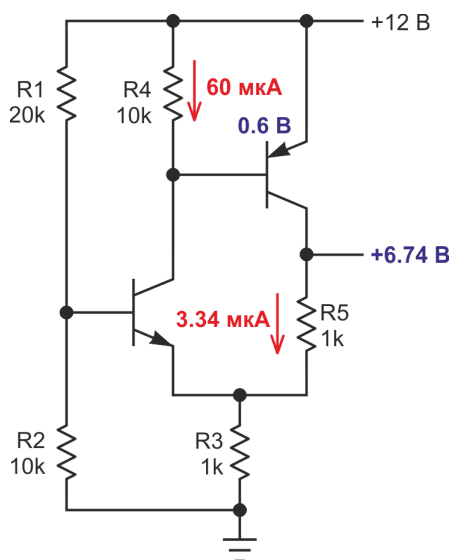

Рисунок 4. Третий шаг анализа.
Ток, протекающий через резистор R5, должен быть равен разности между током 3.4 мА резистора R3 и током 0.06 мА эмиттера n-p-n транзистора. Его значение составляет $3.4 - 0.06 = 3.34$ мА (Рисунок 4).
- В схеме на рис. 4 ток, протекающий через R5, обозначен не как должно быть в мА, а в мкА. В отличие от предложенной здесь и прошедшей редакцию, в оригинальной английской версии статьи указано верно. Кого то не мешало бы отсеять ...